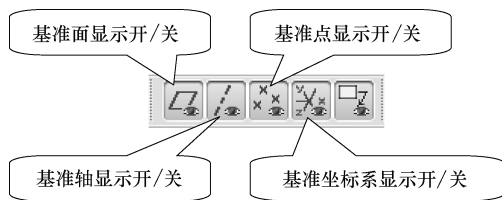
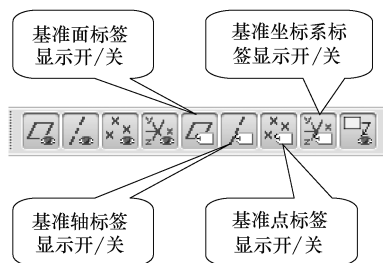

图 5-3 系统默认的【基准显示】工具栏
图 5-4 定制后的【基准显示】工具栏
- 使用【基准显示】工具栏控制各种基准特征及标签的显示。系统默认情况下,【基准显示】工具栏如图 5-3 所示,不提供控制各种基准标签显示的工具,通过定制屏幕可以为【基准显示】工具栏添加标签显示控制工具,如图 5-4 所示。当工具按钮处于按下状态时,显示相应基准特征;当工具按钮浮起时,不显示相应基准特征。